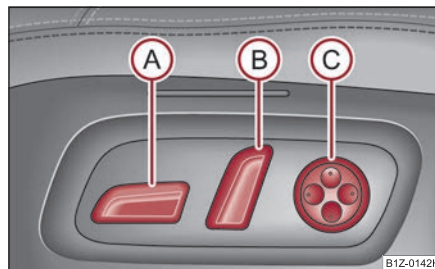
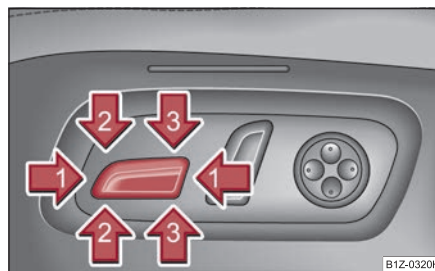

Fig. 76 Vista lateral: Ajustar los elementos de manejo del asiento
Fig. 77 Vista lateral: Ajuste de asiento
- Presionar el conmutador ① ⇒ fig. 76 hacia delante o bien hacia atrás ① ⇒ fig. 77.
- Presionar el conmutador **(A)** ⇒ página 78, fig. 76 hacia adelante o bien hacia atrás.
- Presionar el conmutador **(A)** delantero **(2)** ⇒ página 78, fig. 77 o bien posterior **(3)** ⇒ página 78, fig. 77.
- Presionar el conmutador **(B)** ⇒ página 78, fig. 76 hasta la posición de ajuste deseada.
- A fin de aumentar la convexidad del apoyo lumbar, pulse el conmutador **(C)** delante ⇒ página 78, fig. 76.